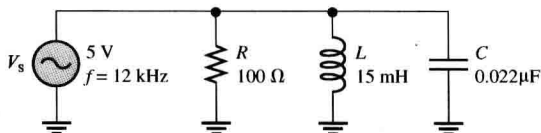

图 13-71
16. 求图 13-71 中电路的总阻抗。
17. 试问图 13-71 中的电路是电容性还是电感性？解释之。
18. 求图 13-71 中电路的所有电流与电压。